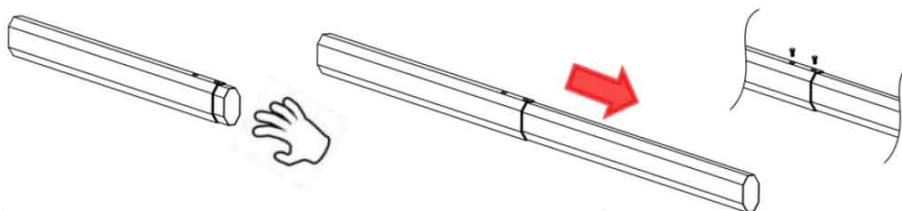

Рисунок 1. Соедините основную и вспомогательную стрелы двумя винтами
1. Вытяните вспомогательную стрелу из основной, а затем закрепите их между собой двумя винтами, как показано на рис. 1.